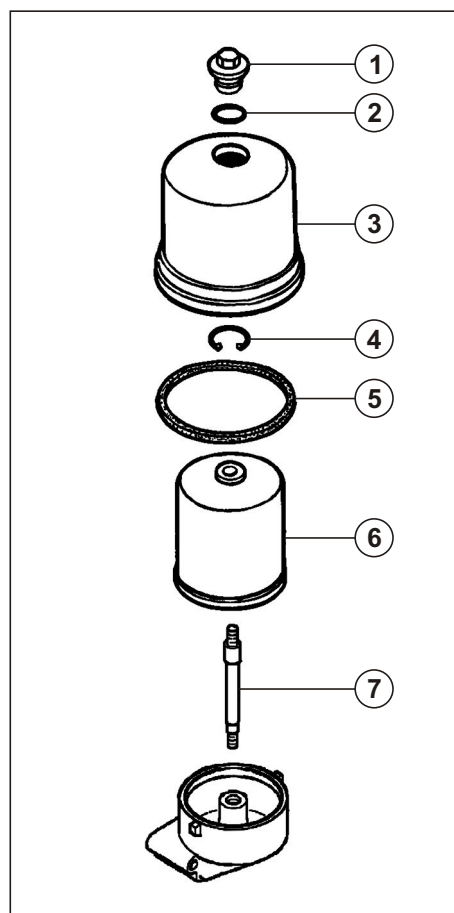

Рис. 67. Маслоочиститель центробежный.
4.10.2.1. Разборка маслоочистителя центробежного. (см. Рис. 67)